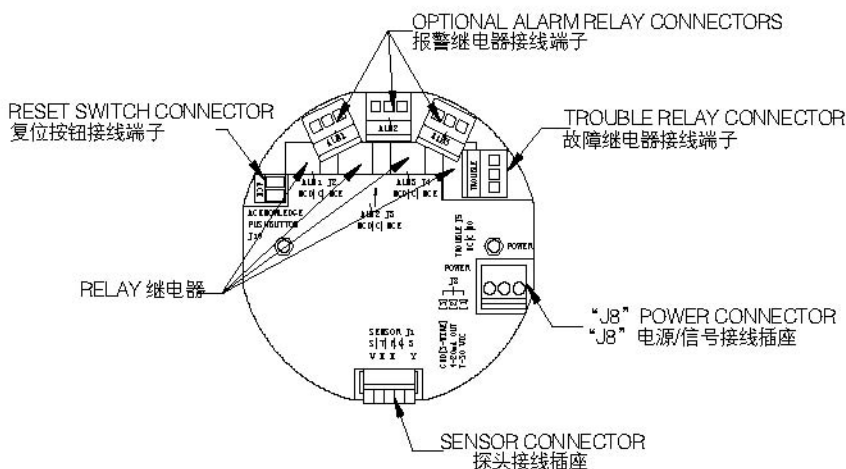

图1-10 三线制PCB板
- 1、将 8-30VDC 连接到 J8-1 端子（见图1-10）